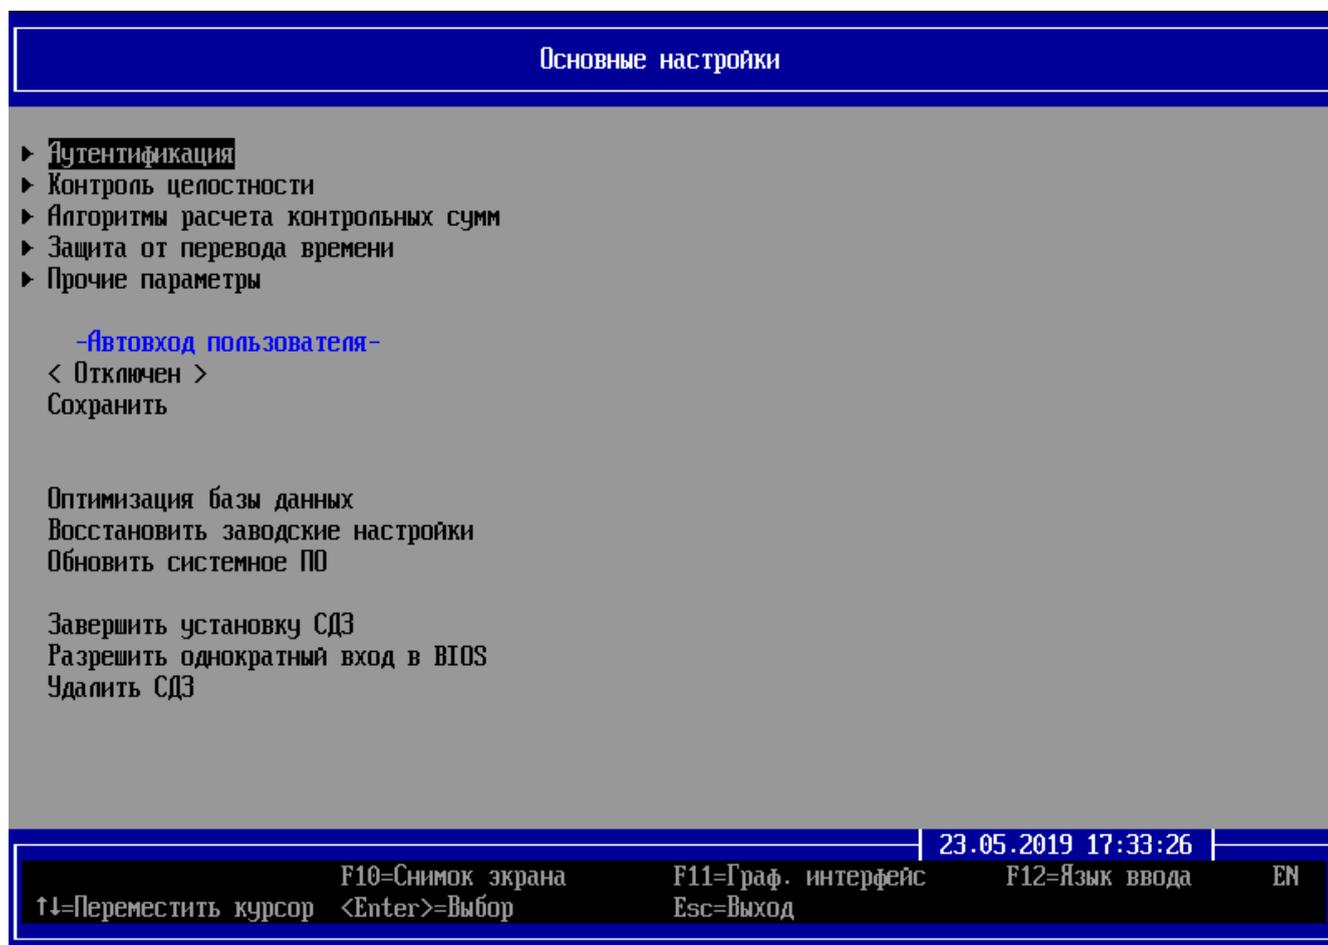
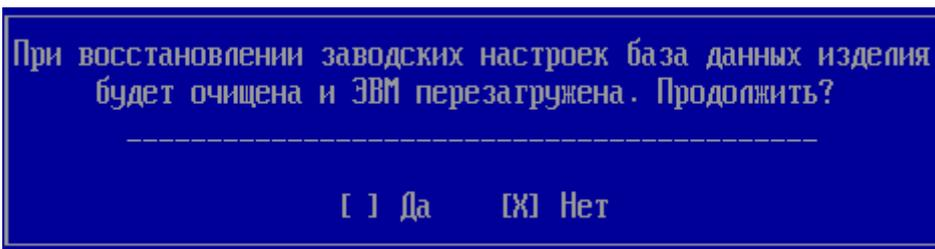

Рисунок 2.1 – Содержимое пунктов подраздела **«Основные настройки»**
Рисунок 2.2 – Восстановление заводских настроек изделия
2.2 Для восстановления параметров изделия к стандартным заводским настройкам из псевдографической консоли АБ необходимо в главном окне консоли АБ перейти в подраздел **«Основные настройки»**, пункт **«Восстановить заводские настройки»** (рисунок 2.1) и нажать клавишу **< Enter >**, при этом на экран ЭВМ будет выведено диалоговое окно (рисунок 2.2).